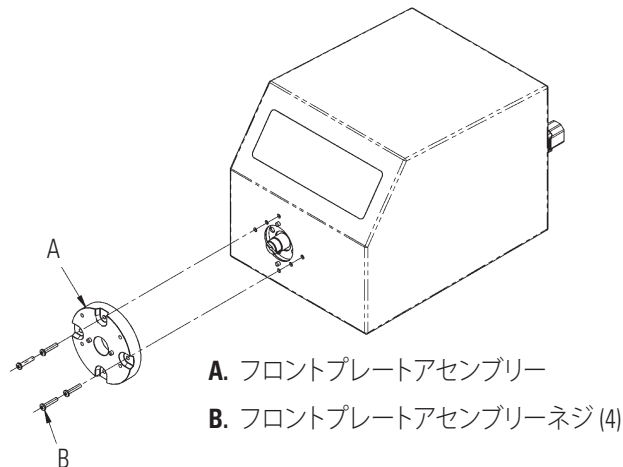

図 4-3. シャフトシール点検
2. フロントプレートアセンブリー (図 4-3、アイテム A 参照) をドライブに取り付けている4個のネジ (図 4-3、アイテムB 参照) を外し、フロントプレートアセンブリーをドライブから外してください。プレートアセンブリーを外すときのハンドルにするために、ポンプが取り付けられていた穴に #8-32 ネジを留めることもできます。アイテム B のネジは、ステップ 8で使います。代用ネジは決して使わないでください。
8. フロントプレートアセンブリーを、シャフトの上を滑らせて希望する方向でピンの場所まではめます。(90 度回転させた4 種類の構成が可能)。ステップ 2 で外した 4 個のネジをはめてください (図 4-3 参照)。